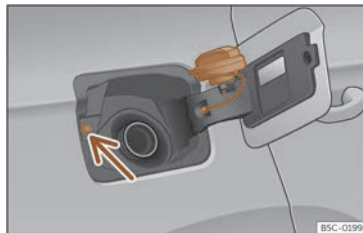

Fig. 213 Tapa do depósito co tapón encaixado.
Evite tocar o botón de bloqueo da tapa de combustible»» **fig. 213** (frecha). O sistema entenderá que rematou e non poderá seguir recargando. Prema a tecla novamente  da porta do condutor para continuar.
- Colóqueo no espazo que hai na bisagra da tapa aberta»» **fig. 213**.